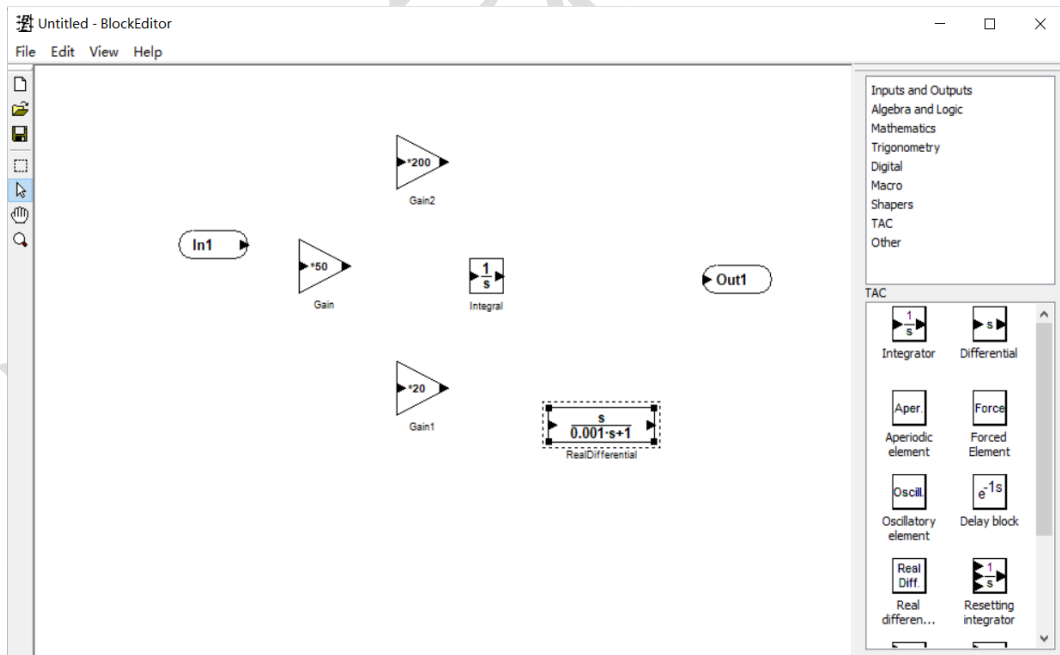

图 2-140
5) 从 TAC 模块将 **Real Differential** 微分器拖入图板一次, 双击设置时间常数 **0.001**, 如图 2-140。